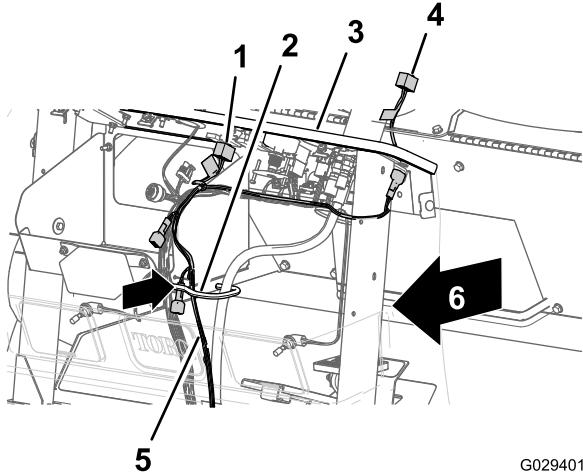

Figure 14
3. Faites passer la branche tableau de bord de 240 cm du faisceau de câblage par le passe-câble de l'ouverture dans le tablier avant et à l'intérieur du crochet de câble et de flexible (Figure 14).